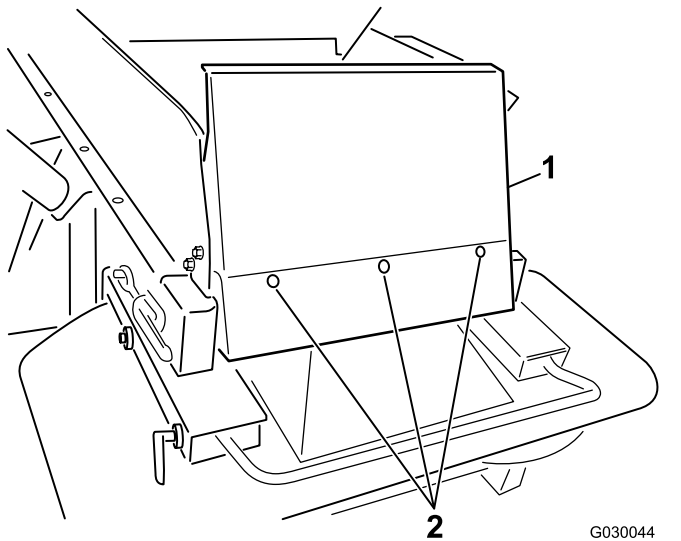

Bild 7
6. Befestigen Sie die Schutzvorrichtung des Füllkastens mit den mitgelieferten Halbrundschräuben ($\frac{1}{4}'' \times \frac{5}{8}''$) und Nylonsicherungsmuttern (Bild 7).